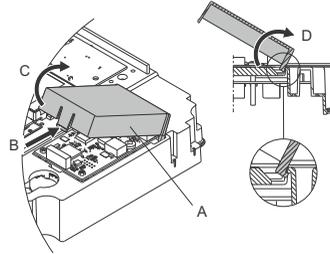

Abb. 60 Entfernen des CIM-Deckels
2. Entfernen Sie den CIM-Deckel (Abb. 60, A), indem Sie die Sicherungszunge (Abb. 60, B) zusammendrücken und den Deckel am Ende (Abb. 60, C) anheben. Heben Sie anschließend den Deckel aus den Befestigungshaken (Abb. 60, D) heraus.